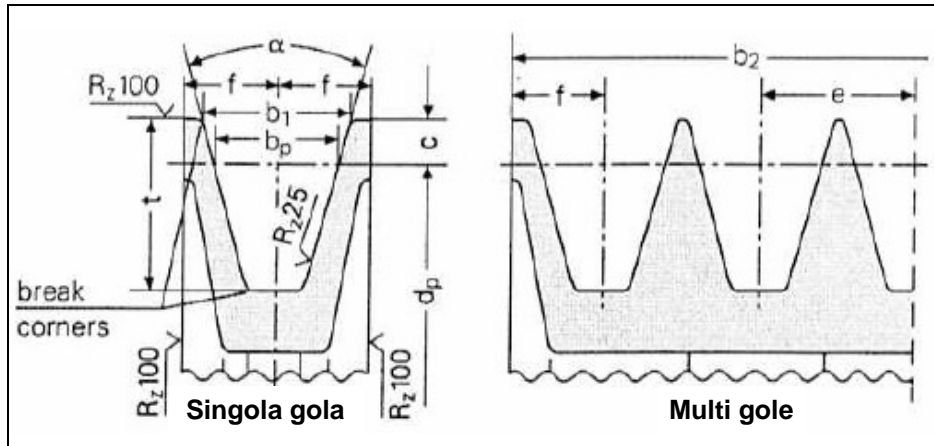

fig. 9
- a) Utilizzare pulegge per cinghie trapezoidali con le dimensioni della gola prescritte /consigliate dal costruttore della cinghia utilizzata. In mancanza di indicazioni attenersi alla fig. 9 e alla tabella di fig. 10 .